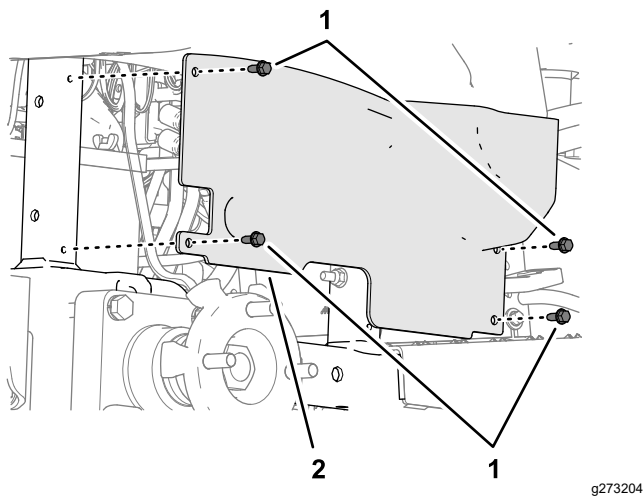

Figura 31
3. Îndepărtați cele 4 uruburi cu guler ($\frac{1}{4} \times \frac{5}{8}$ ") care fixează suportul de roată pe cadrul mainii (**Figura 31**).
6. Aliniați orificiile din suportul de roată cu cadrul mainii (**Figura 31**) i fixați suportul la cadru cu cele 4 uruburi cu guler ($\frac{1}{4} \times \frac{5}{8}$ ") pe care le-ai îndepărtat la pasul 3.